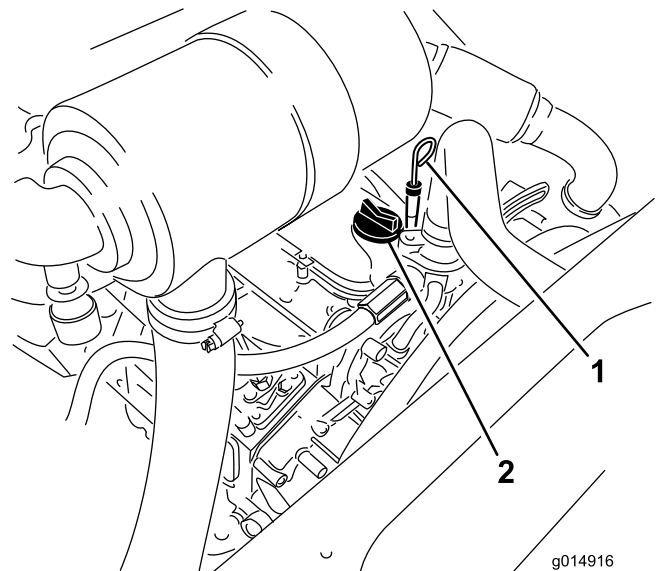

Figura 31
3. Retire la varilla, límpiela, y vuelva a colocarla (Figura 31).
5. Si el nivel de aceite está por debajo de la marca Lleno, retire el tapón de llenado (Figura 31) y añada aceite hasta que el nivel llegue a la marca Lleno.